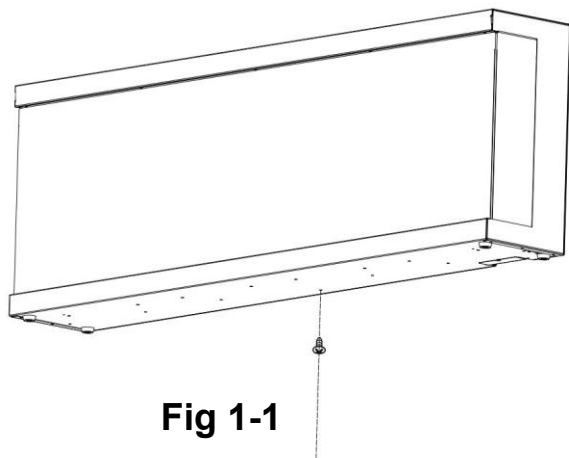

Fig 1-1
A. Togliere la vite d'argento nella parte inferiore dell'apparecchio. (**Fig 1-1**). Mettere da parte la vite.